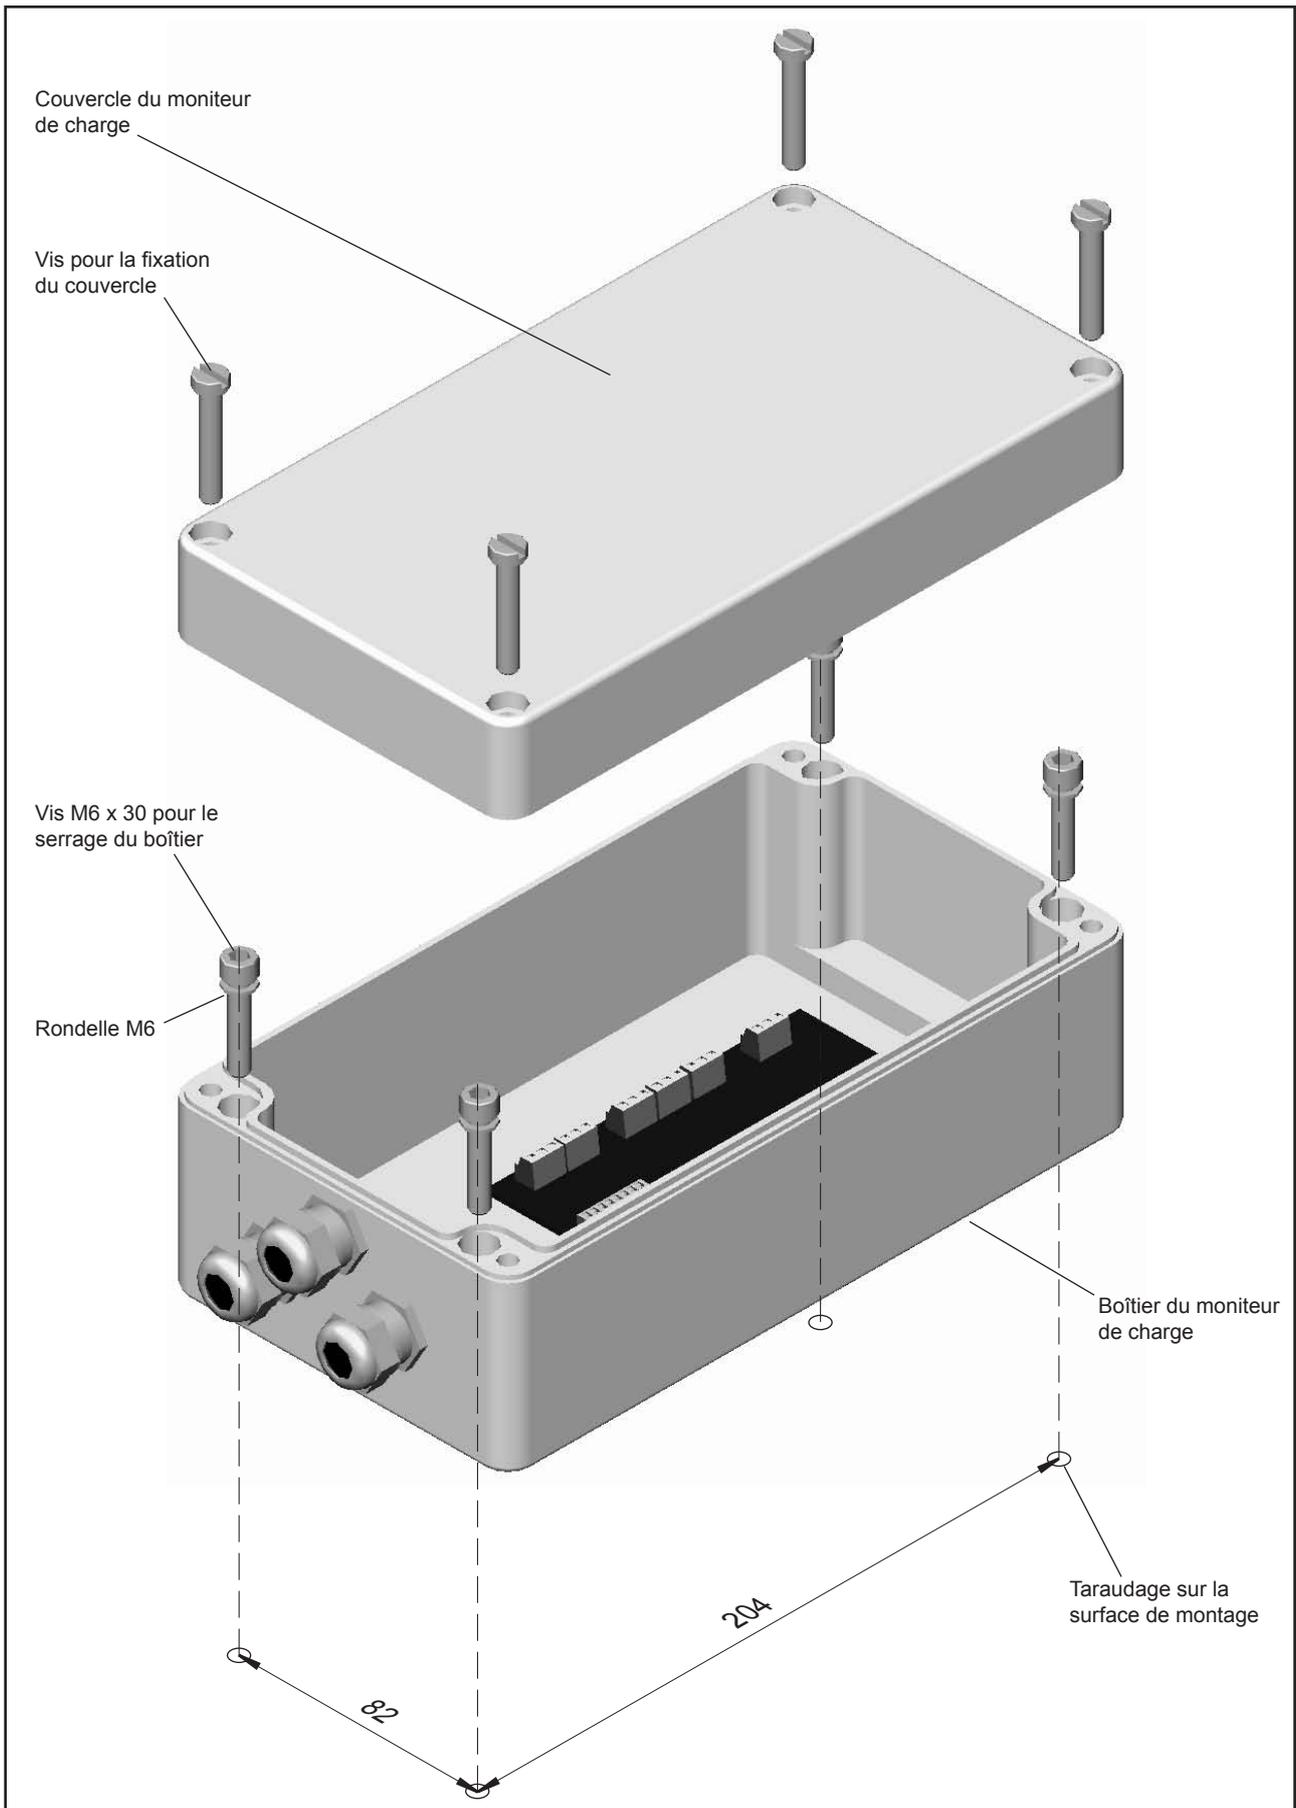

Fig. 3-2 : Fixation du CST 113 en boîtier aluminium
- Tracer l'emplacement des 4 taraudages sur la surface de montage (se référer à la figure 3-2)
- Retirer le couvercle du boîtier du moniteur de charge en dévissant ses 4 vis (se référer à la figure 3-2).